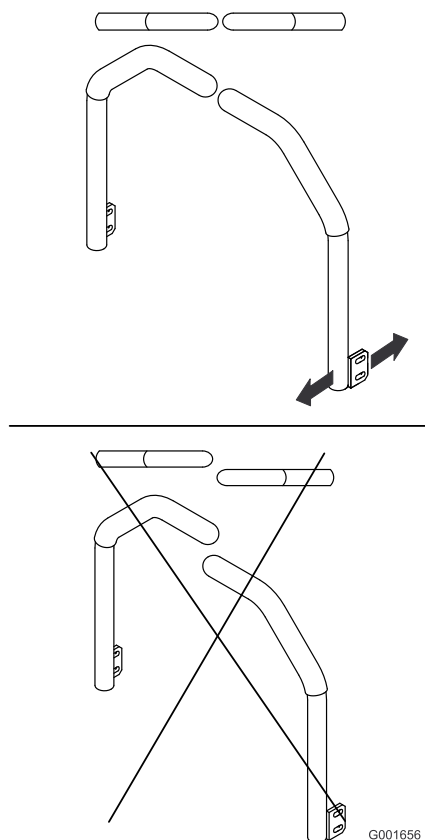

Figura 48
4. Ajuste la posición delante/detrás de las palancas acercándolas a la posición de punto muerto y deslizándolas hasta que queden alineadas, y luego apriete los pernos (Figura 48).